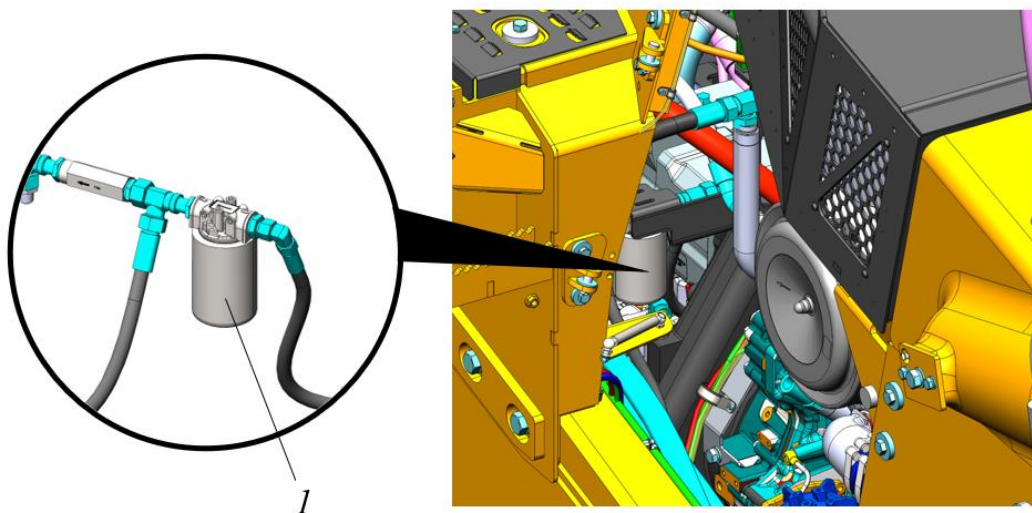

Рисунок 5.111. Расположение масляного фильтра
- ▶ Разместить емкость  для сбора масла под масляным фильтром, рис. 5.111.
- ▶ Отвернуть отработанный сменный фильтр поз. 1, рис. 5.111 от корпуса масляного фильтра.